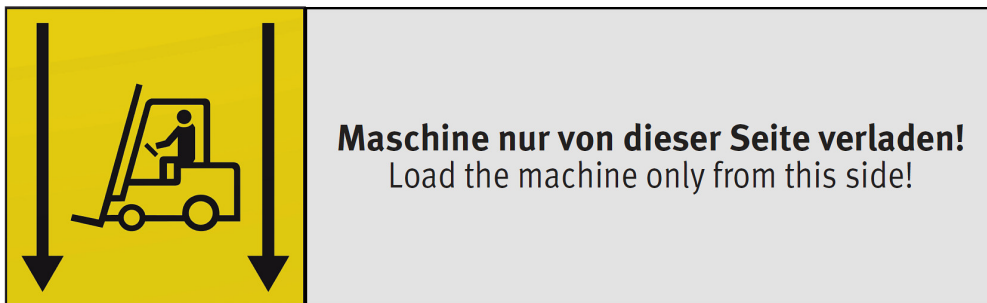

Abb. 3-1: Transport mit einem Gabelstapler
- Maschine nur an der dafür vorgesehenen Seite anheben / verladen. Sicherheitsaufkleber (Abb.3-1) an der jeweiligen Maschinenseite beachten.